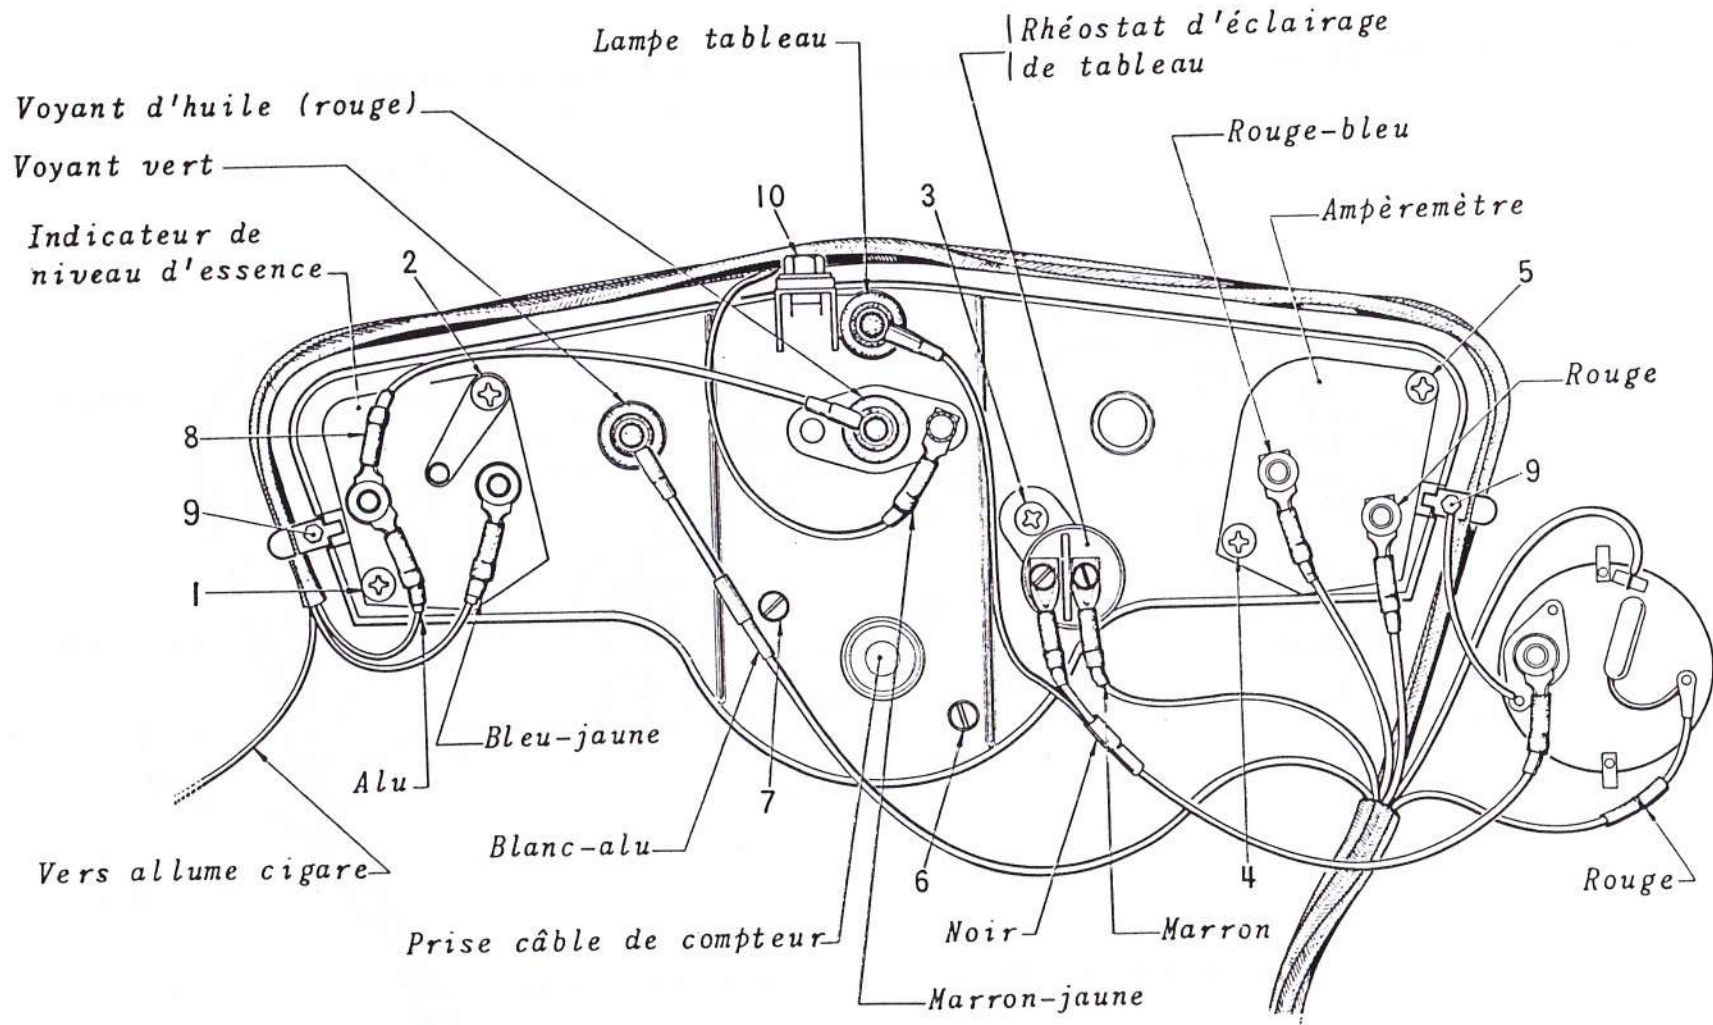

Fig.20
Connecter les fils de l'ampèremètre suivant la Fig. 20 pour modèles 24C et Fig. 20E pour modèles 24b.
**7180 - REMPLACEMENT d'un COMBINE (modèles 24C) (Fig. 20)